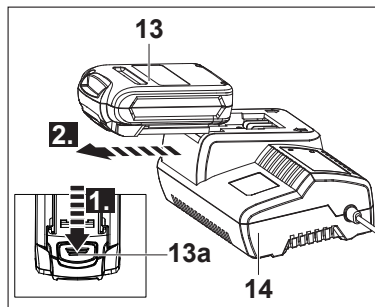

Fig. 5
4. Appuyez sur le bouton de déverrouillage [13a] et retirez la batterie [13] du chargeur [14] (Fig. 5).